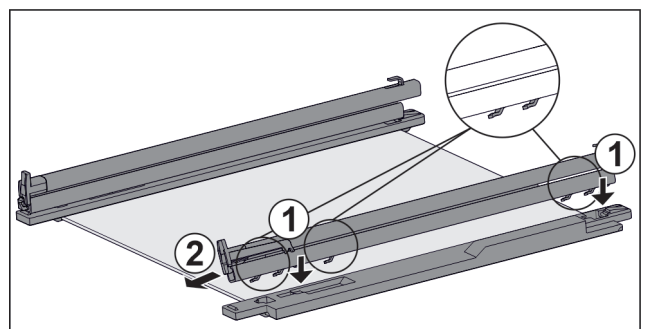

Fig. 69 Glasplaat met rails en vasthouddelen
- ▶ Haken van de rail op de openingen van het **linker** vasthoudeel plaatsen. *Fig. 69 (1)*
- ▶ Rail naar voren trekken. *Fig. 69 (2)*
- ▶ Haken van de rail op de openingen van het **rechter** vasthoudeel plaatsen. *Fig. 69 (1)*